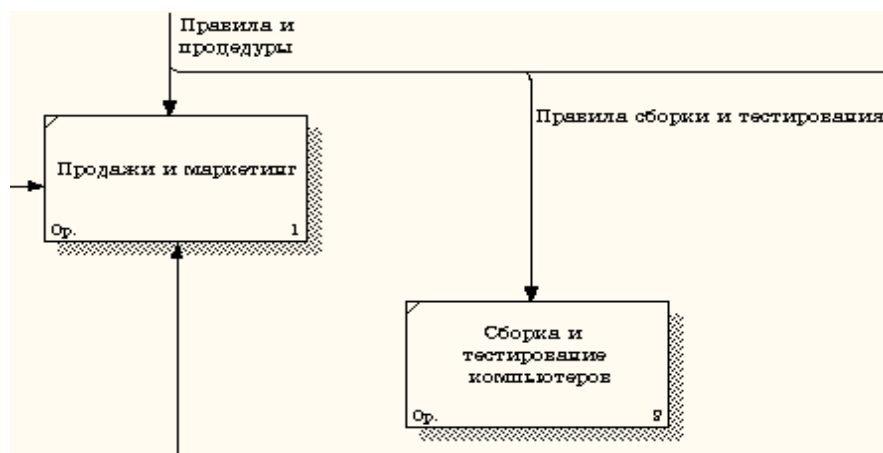

Рисунок 21 – Стрелка "Правила сборки и тестирования"
4.18 Правой кнопкой мыши щелкните по ветви стрелки управления работы **"Сборка и тестирование компьютеров"** и переименуйте ее в **"Правила сборки и тестирования"** (рисунок 21).